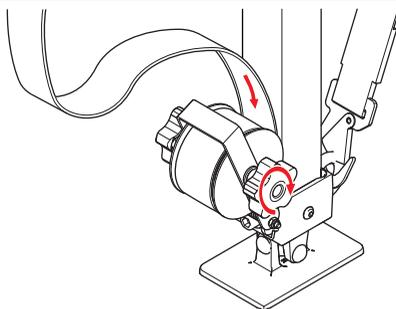

Fig. 16
- Enrolle la correa tensora. Consulte el capítulo Fig. 16.